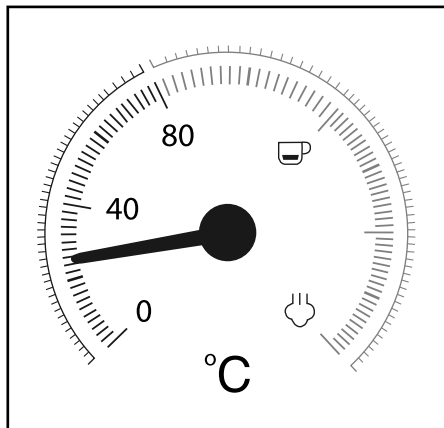

Figura 1
A indicação da temperatura ❷ indica o nível de aquecimento do aparelho (Figura 1).